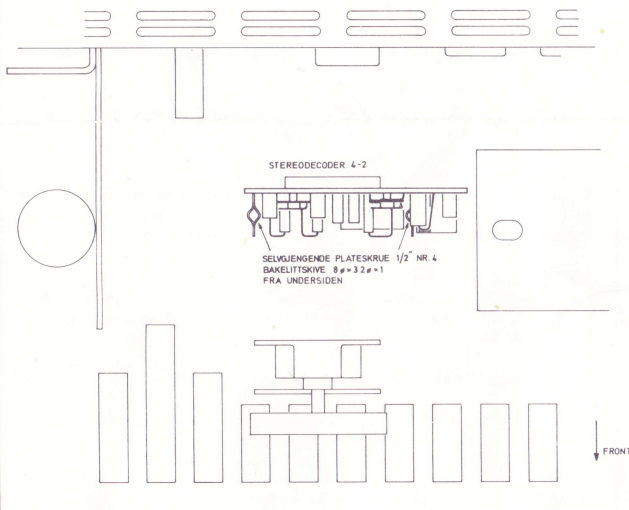
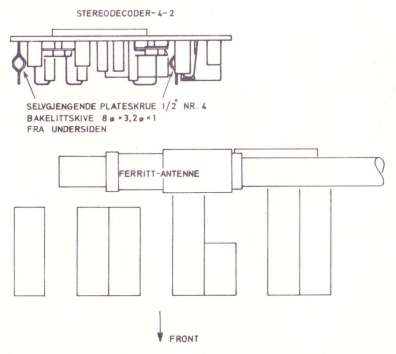

Fig. 1. Montering av stereodekoder 4-2 i Hi-Fi FM.
Fig. 2. Montering av stereodekoder 4-2 i SS-11.
2. Trekk ut ekvivalentkortet og monter dekoderen som vist i fig. 1 (Hi-Fi FM) eller fig. 2 (SS-11). Legg isolasjonsskivene mellom skruehodene og hovedplatens folieside og fest med to skruer fra TK-platens folieside.